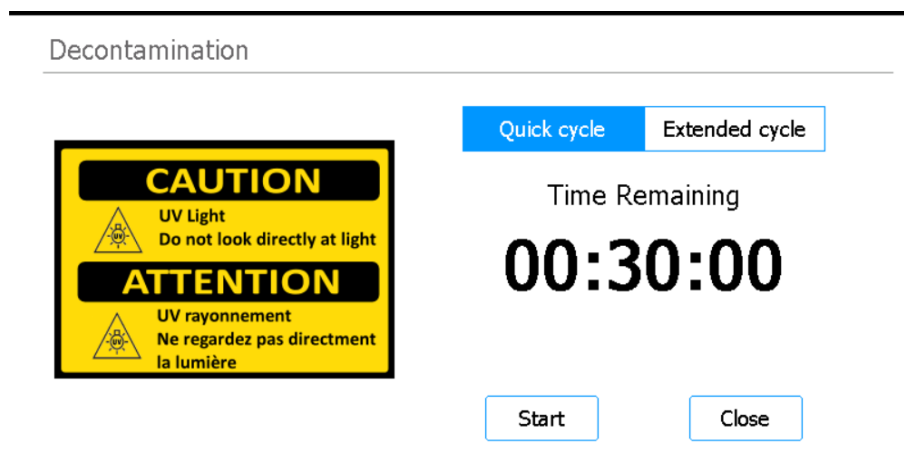

Figura 21 Pantalla Decontamination con Quick cycle seleccionado
- 3 En la parte superior de la pantalla, seleccione **Quick cycle**, como se muestra en la Figura 21